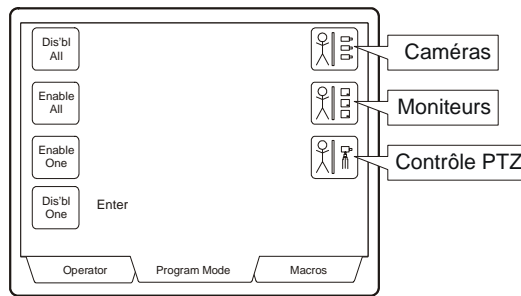

Figure 4.6 : menu de partitionnement
3. Appuyez sur la touche logicielle PARTITION. Le menu de partitionnement s'affiche (figure 4.6).